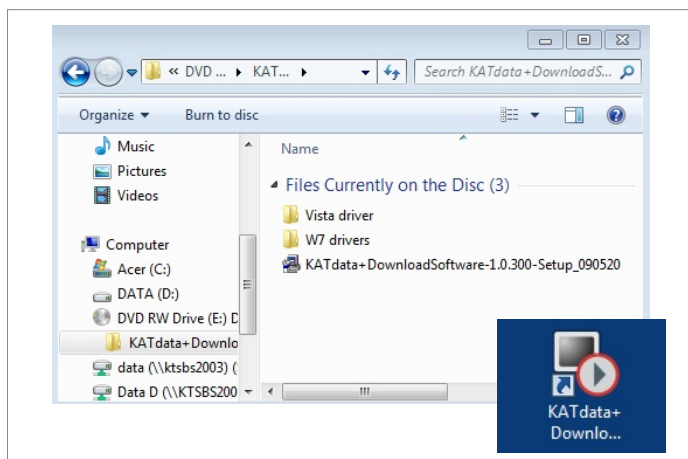

Рис. 1. Содержание компакт-диска с ПО KATdata+*
- После установки программы на рабочем столе появится значок с ярлыком (рис. 1).